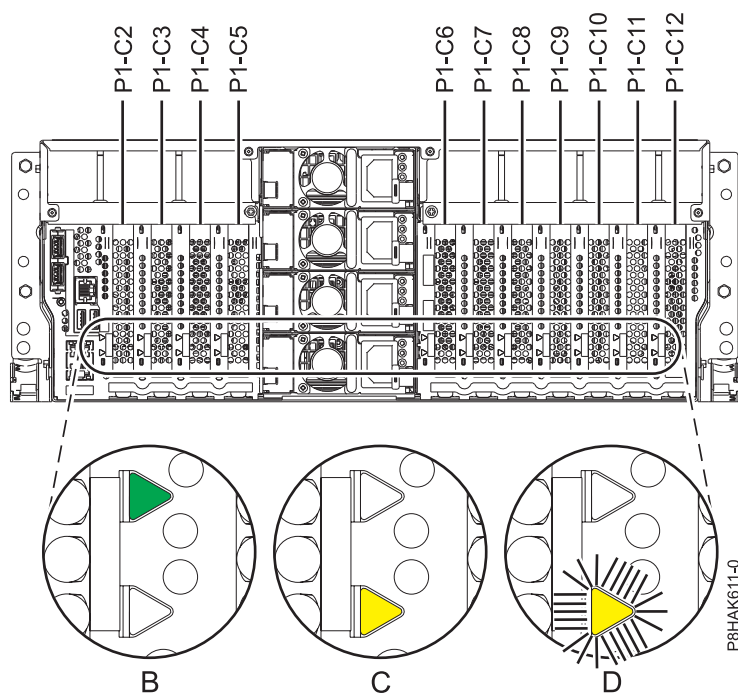
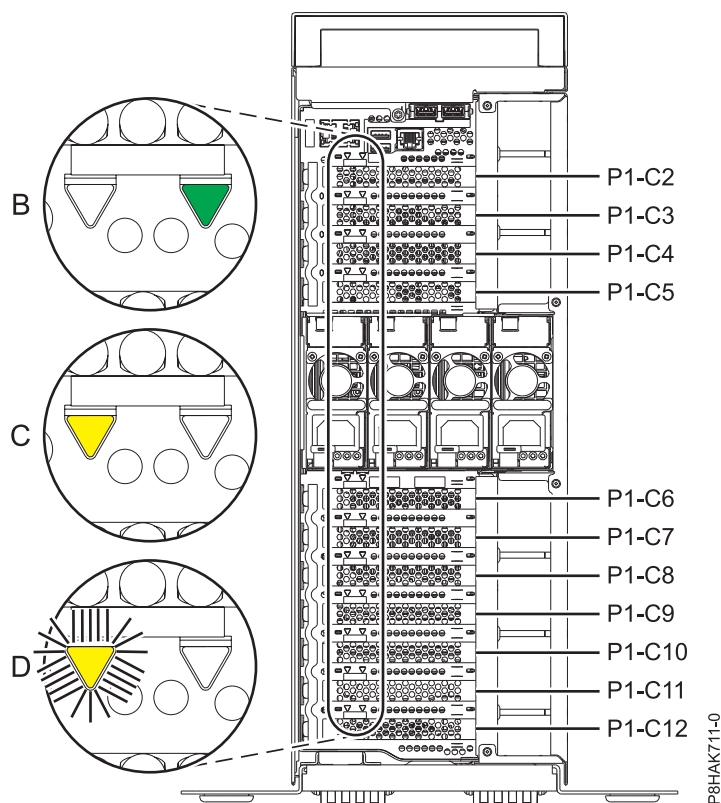

Figura 58. Ubicacions de les ranures d'adaptadors PCIe i ubicacions dels LED en un sistema muntat en bastidor
Figura 59. Ubicacions de les ranures d'adaptadors PCIe i ubicacions dels LED en un sistema autònom sistema 8286-41A
Si esteu prestant servei a un adaptador PCIe que ha fallat, busqueu el LED de color ambre que parpelleja de l'adaptador PCIe que ha falla i que havíeu definit perquè parpellegi al pas on s'identificava la peça que fallava. Consulteu Figura 58 i Figura 59 a la pàgina 67 on es mostra l'estat dels LED. Fixeu-vos que el LED ambre de l'adaptador PCIe que ha fallat estigui **Parpellejant**, tal com es mostra a (D) a la Figura 58 i a la Figura 59 a la pàgina 67.
Atenció: Si l'adaptador PCIe està funcionant correctament, el LED d'activitat estarà **actiu** (verd) i el LED ambre d'error estarà **inactiu**, tal com es mostra a (B) a Figura 58 i a Figura 59 a la pàgina 67. No intenteu extreure el adaptador PCIe que està en funcionament.